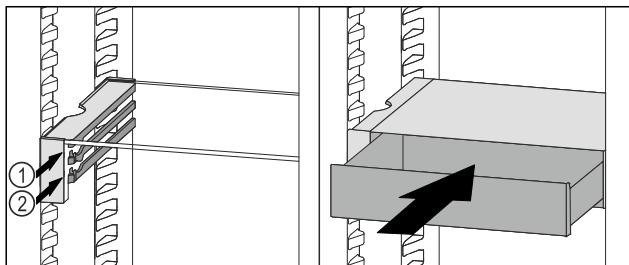

Fig. 66
- Zásuvku VarioSafe nasadte za zarážkami na požadovanom rebre Fig. 66 (1) alebo Fig. 66 (2).